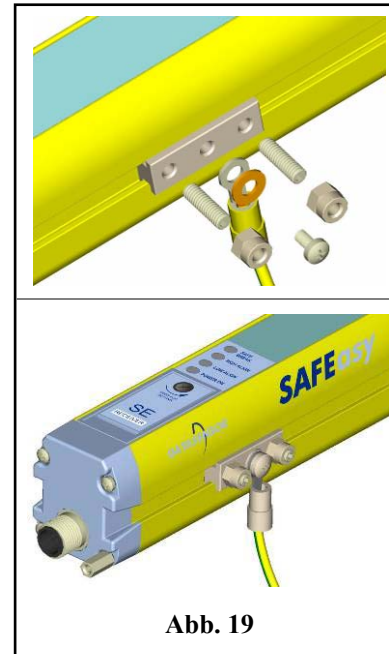

Abb. 19
Falls Auswertegeräte ohne sichere Trennung angeschlossen werden, muss der Sender (TX) in der Schutzklasse 1 betrieben werden und mit der Schutzterde verbunden werden. Verwenden Sie dafür das mitgelieferte Befestigungsset für die Erdung (siehe Abb.19) und verbinden Sie dieses mit einer Leitung mit einem Leiterquerschnitt von mindestens 2,5 mm2.